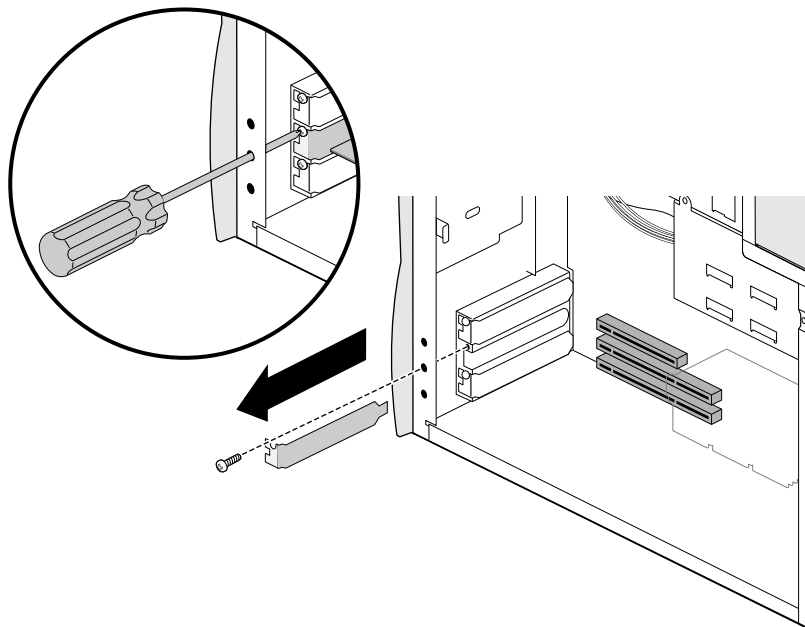

Figura 5-1 Rimozione della piastrina di copertura dallo slot per schede PCI
5. Se l'apertura dello slot PCI è protetta da una piastrina, rimuovere quest'ultima come illustrato nella Figura 5-1.